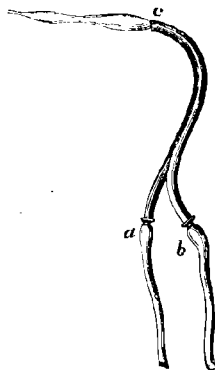

Fig. 85.
4. Dans les grands ateliers où l'on travaille les métaux, c'est au moyen d'un mélange d'air et de gaz d'éclairage que l'on effectue aujourd'hui les soudures. Deux tubes en caoutchouc *a b* (fig. 85) amènent, l'un du gaz, l'autre un courant d'air forcé fourni par une soufflerie, dans un tube de cuivre à l'extrémité *c* duquel le mélange brûle en donnant une flamme très-longue, très-chaude et aussi mobile qu'un crayon qu'on tient à la main. On a ainsi un véritable *outil de feu*, qui, sous un petit volume, peut tou-